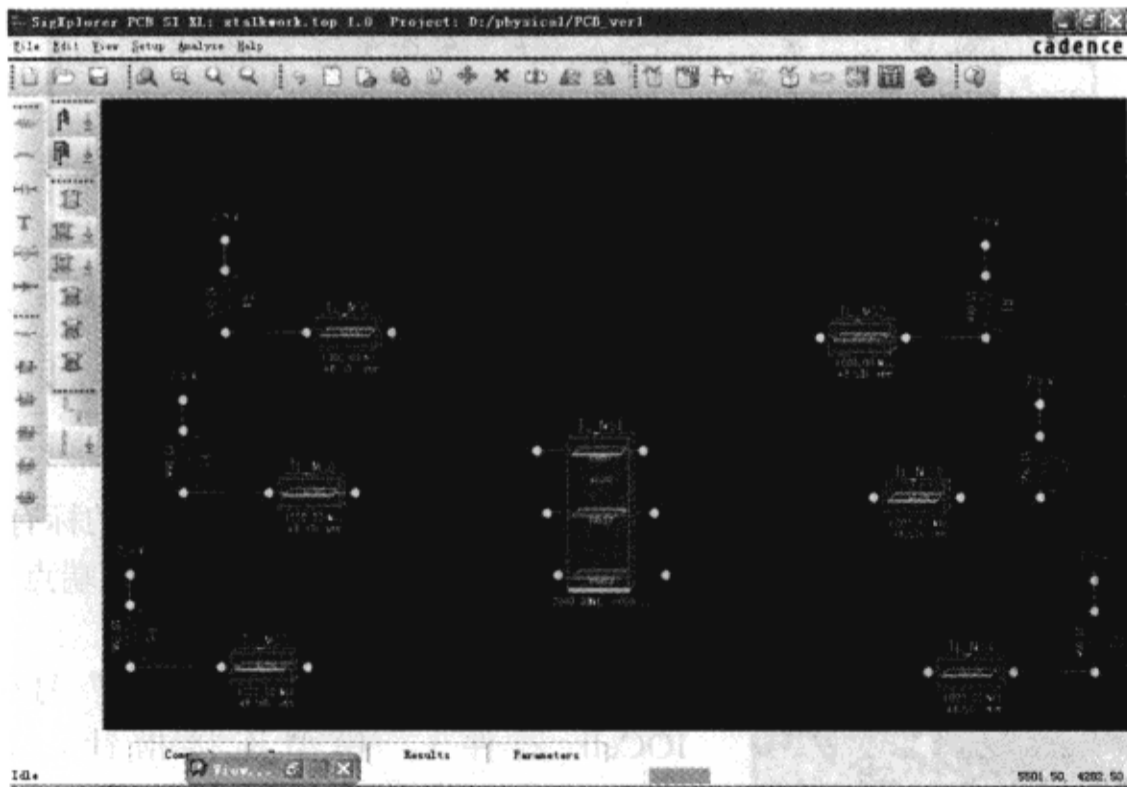

图 3-10-29 调整元件位置
(3) 移动鼠标到 Trace 模型 TL\_MS7 的另一边→单击鼠标左键放置元件→用同样方法再移动另两组元件。
(4) 单击 R6 的标有“2”的引脚→双击 Trace 模型 TL\_MS7 的点→用同样方法连接另两组元件，如图 3-10-29 所示。